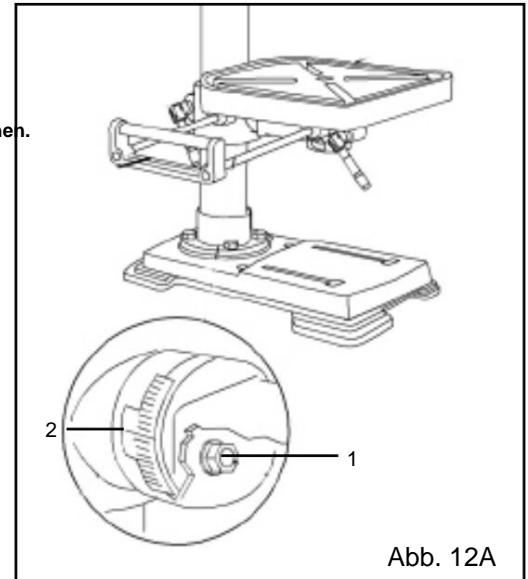

Abb. 12A
KIPPEN SIE DEN TISCH (ABB. 12A)
1. Lösen Sie die Gehrungswinkel-Feststellschraube (Abb. 12A - 1), indem Sie sie mit einem verstellbaren Schraubenschlüssel (nicht im Lieferumfang enthalten) gegen den Uhrzeigersinn drehen.
2. Neigen Sie den Tisch in den gewünschten Winkel. Verwenden Sie dabei die Neigungsskala (Abb. 12A - 2) als Orientierungshilfe.
TISCH HORIZONTAL EINSTELLEN (ABB. 12A)
1. Lösen Sie die Neigungsverriegelungsschraube (Abb. 12A - 1).
2. Richten Sie den Tisch auf die 0°-Einstellung der Gehrungsskala aus (Abb. 12A - 2).